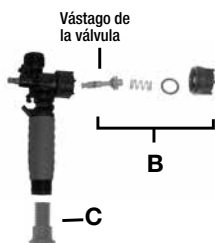

Figura 3
3) Retire la tuerca de retención (con el anillo “O” incorporado), el resorte y el vástago de la válvula (B) (Figura 3). Reemplace las partes desgastadas. Lubrique los anillos “O” y vuelva a armar siguiendo los pasos anteriores, pero a la inversa. Coloque la hendidura de la manija en el área ranurada del vástago de la válvula y asegúrese de que el broche sujetador esté en la posición correcta (consulte la sección “Información útil acerca de la pulverización”). Inserte la clavija de retención. Presione la manija hacia abajo varias veces para distribuir el lubricante de manera uniforme. Revise el filtro (C) en el extremo de la válvula de cierre para detectar residuos. Retire el filtro y enjuáguelo con agua para limpiarlo.